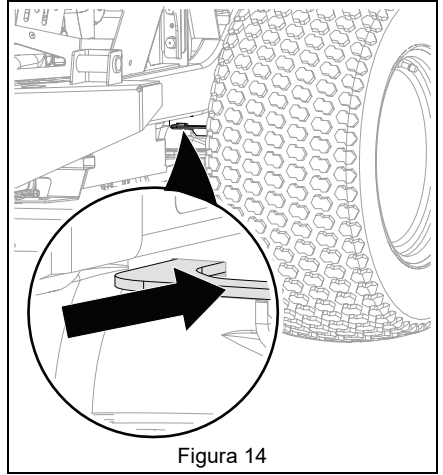

Figura 14
5. Gire las palancas de derivación de los transejes a la posición de funcionamiento. Consulte Figura 14.